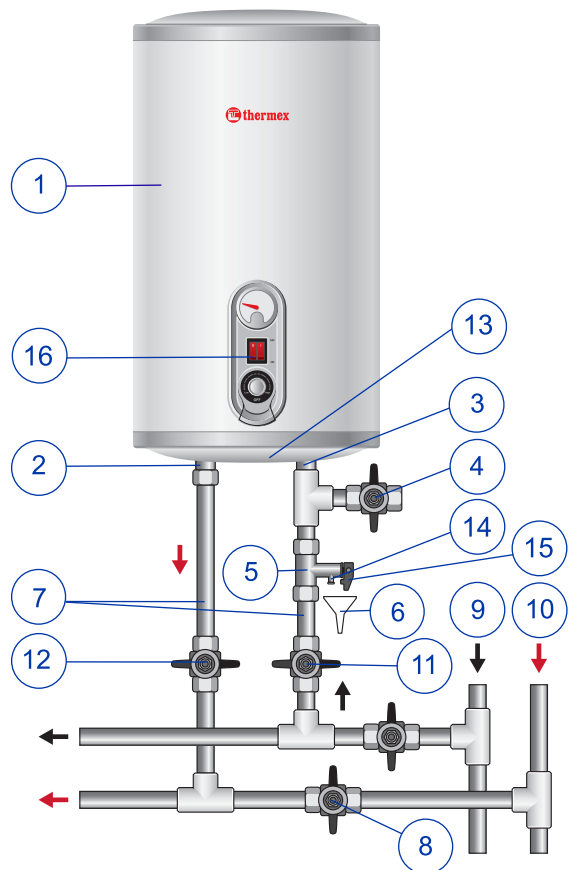

Рис. 1 Схема подключения ЭВН к водопроводу
4.1. Внешний корпус ЭВН выполнен из - ударопрочного пластика. Внутренний бак изготавливается из высококачественной нержавеющей стали с содержанием титана, что обеспечивает высокую коррозионную стойкость и, как следствие, длительный срок эксплуатации. Пространство между внешним корпусом и внутренним баком заполнено пенополиуретаном еоременной, экологически чистой теплоизоляцией, обладающей наилучшими характеристиками теплосбережения. Модели IR-V, IS-V, IQ-V имеют два резьбовых патрубка: для входа холодной воды (3, рисунок 1) с синим кольцом и выхода горячей воды (2) с - красным кольцом, а модели, IR-H, IS-H, IQ-H, оборудованы дополнительным дренажным патрубком (с красным кольцом, закрыт металлической заглушкой) для слива воды и промывки внутреннего бака.
4.3. Предохранительный клапан (5, рисунок 1) выполняет функции обратного клапана, препятствуя попаданию воды из водонагревателя в водопроводную сеть в случаях падения в последней давления и в случаях возрастания давления в баке при сильном нагреве воды, а также функции защитного клапана, сбрасывая избыточное давление в баке при сильном нагреве воды. Во время работы водонагревателя вода может просачиваться из выпускной трубы предохранительного клапана для сброса излишнего давления, что происходит в целях безопасности водонагревателя. Эта выпускная труба должна оставаться открытой для атмосферы и быть установлена постоянно вниз и в незамерзающей окружающей среде.
Подключение к водопроводной системе производится в соответствии с рис. 1 только при помощи медных, металлопластиковых или пластиковых труб, а также специальной гибкой сантехподводки. Запрещается использовать гибкую подводку бывшую ранее в употреблении. Рекомендуется подавать воду в ЭВН через фильтр-грязевик, установленный на магистрали холодной воды (не входит в комплект поставки).
Примечание: для облегчения обслуживания ЭВН в процессе эксплуатации рекомендуется установка сливного вентиля (4) в соответствии с рис. 1 (для моделей, не оборудованных сливным патрубком (не входит в комплект поставки ЭВН)).
Рисунок 1: 1 – ЭВН, 2 – Патрубок горячей воды, 3 – Патрубок холодной воды, 4 – Сливной вентиль, 5 – предохранительный клапан, 6 – Дренаж в канализацию, 7 – Подводка, 8 – Перекрыть вентиль при эксплуатации ЭВН, 9 – Магистраль холодной воды, 10 – Магистраль горячей воды, 11 – Запорный вентиль холодной воды, 12 – Запорный вентиль горячей воды, 13 – Защитная крышка, 14 – Выпускная труба предохранительного клапана, 15 - Ручка для открывания предохранительного клапана, 16 – Панель управления.